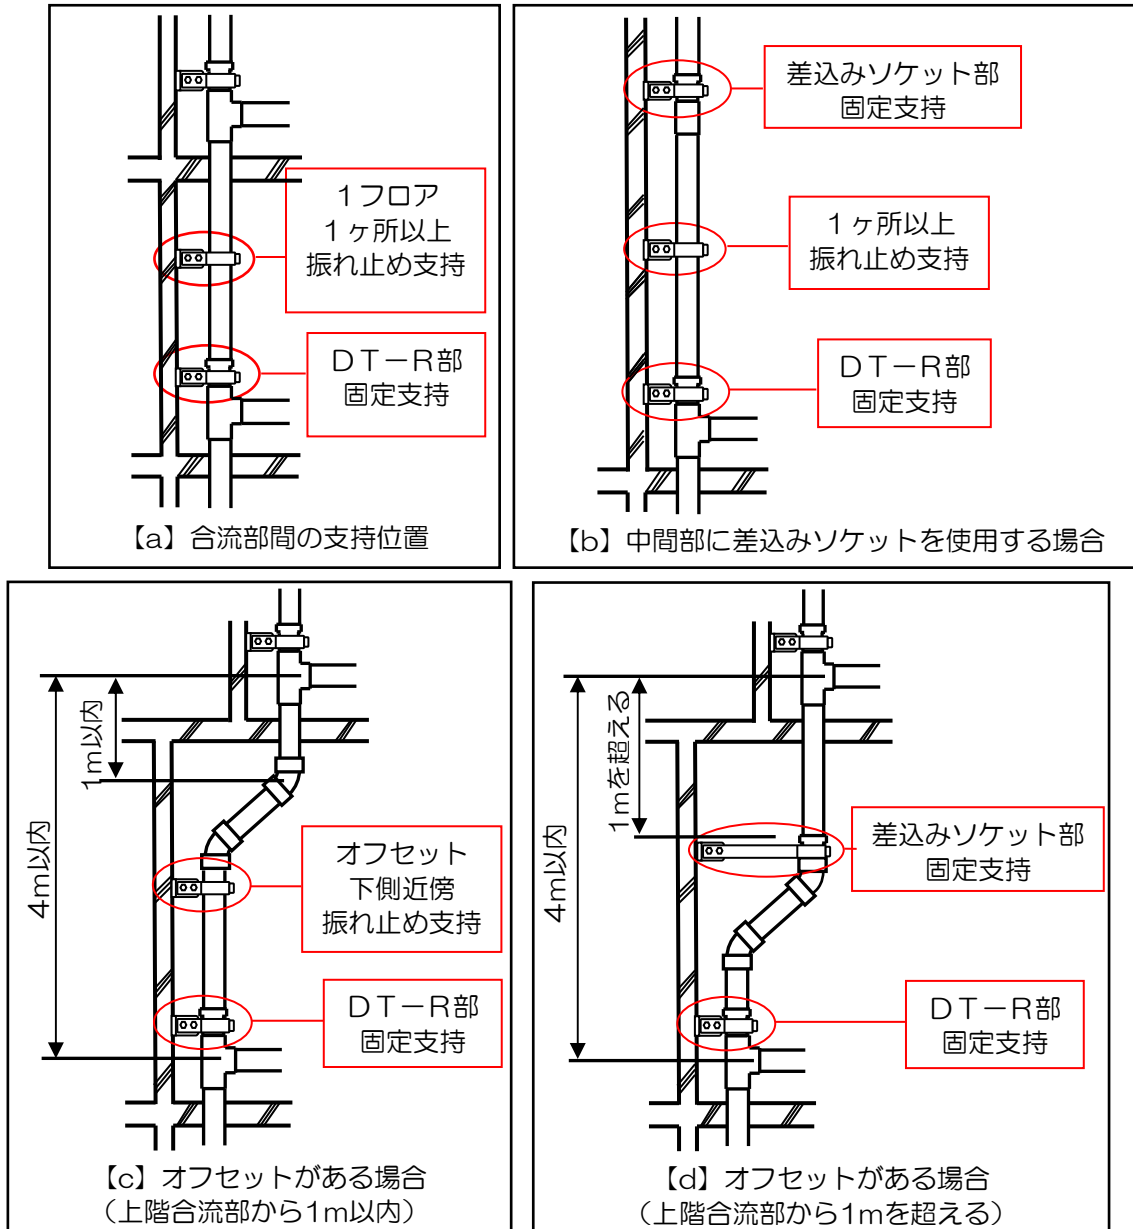

図6.2 立管の支持方法
- D T-R部の固定支持および1フロアに1ヶ所以上の振れ止め支持を行ってください（図6.2(a)）。